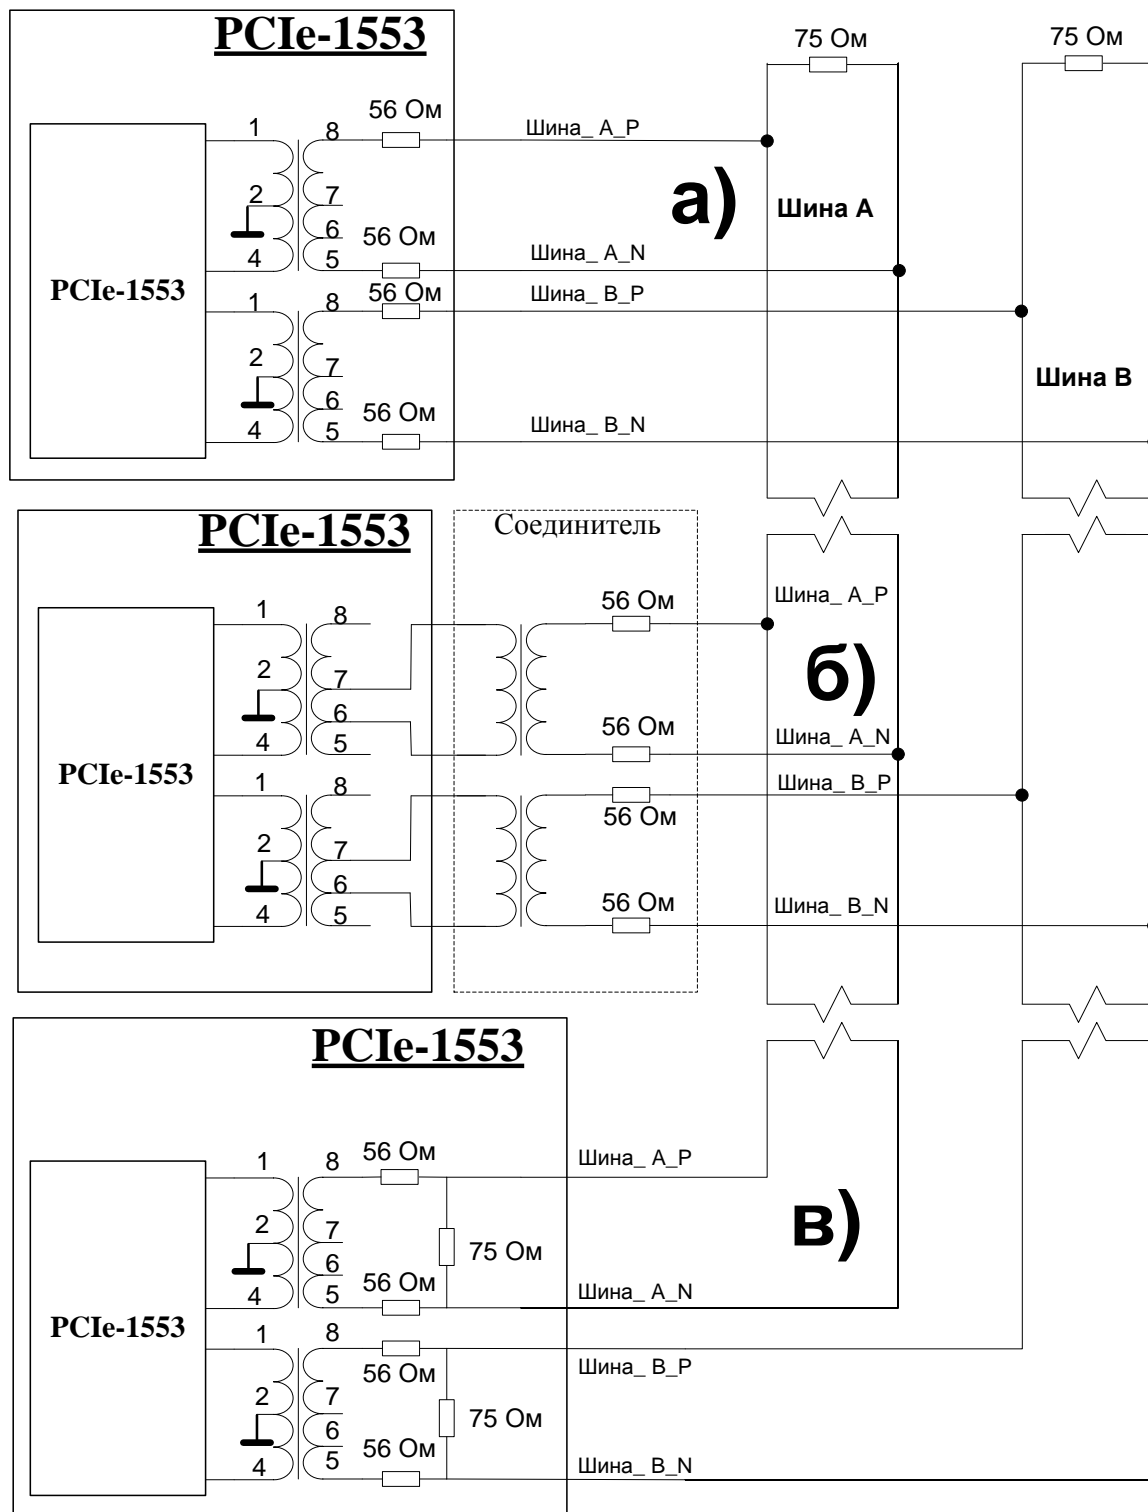

Рисунок 6 - Способы включения на шину
**Первый вариант** включения предполагает подключение «PCIE-1553UD4» к шине MIL-STD-1553B без согласующего трансформатора (рис. 6 а). Для этого согласно рисунку 5 необходимо замкнуть контакты 1, 2 и 7, 8 переключки  $JP_{BUS\_A}$  для шины **A**, а так же контакты 1, 2 и 7, 8 переключки  $JP_{BUS\_B}$  для шины **B**. Таким образом, производится включение «PCIE-1553UD4» в шину через защитные резисторы  $R_{protect}$ , находящиеся в самом устройстве.
**Второй вариант** включения предполагает подключение «PCIE-1553UD4» к шине MIL-STD-1553B через согласующий трансформатор (рис. 6 б). Для этого, согласно рисунку 5, необходимо замкнуть контакты 3, 4 и 5, 6 переключки  $JP_{BUS\_A}$  для шины **A**, а так же контакты 3, 4 и 5, 6 переключки  $JP_{BUS\_B}$  для шины **B**. Таким образом производится включение «PCIE-1553UD4» в шину через внешние защитные резисторы и согласующий трансформатор, находящиеся в соединителе.
**Третий вариант** включения предполагает подключение «PCIE-1553UD4» к шине MIL-STD-1553B без согласующего трансформатора в качестве окончательного устройства на шине (рис. 6 в). Данный вариант позволяет отказаться от использования внешнего согласующего резистора 75 Ом для шины MIL-STD-1553B,